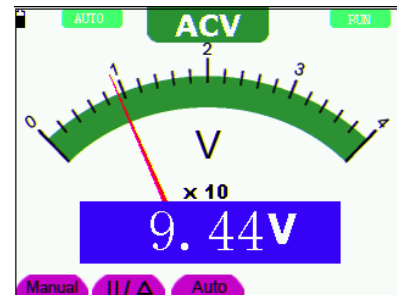

Рисунок 26. Измерение переменного напряжения
4. Подсоедините красный и черный измерительные провода к обследуемой цепи, и на дисплее отобразится измеренное значение переменного напряжения (см. рисунок 26).